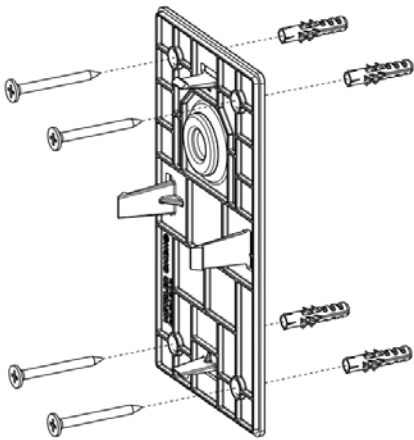

Abb. 1
2. Versenken Sie die Dübel (A) in den Bohrungen und befestigen Sie die Rückschale mit den Schrauben (B) an der Wand (Abb.1).